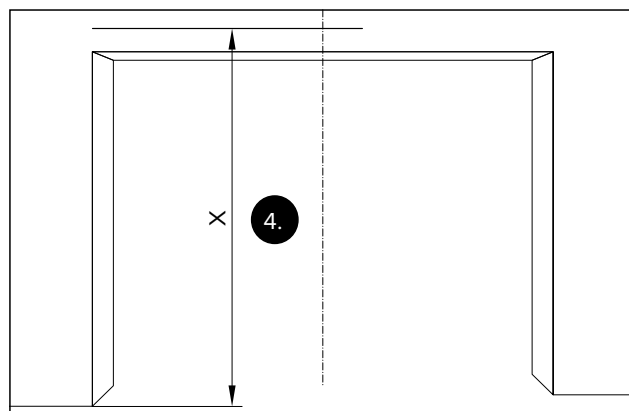

Рис. 8 Отметьте расстояние X на стене
4. Отметьте верхнюю кромку крепежного кронштейна на расстоянии X от самой высокой точки пола в зоне движения створок на стене (рис. 8).